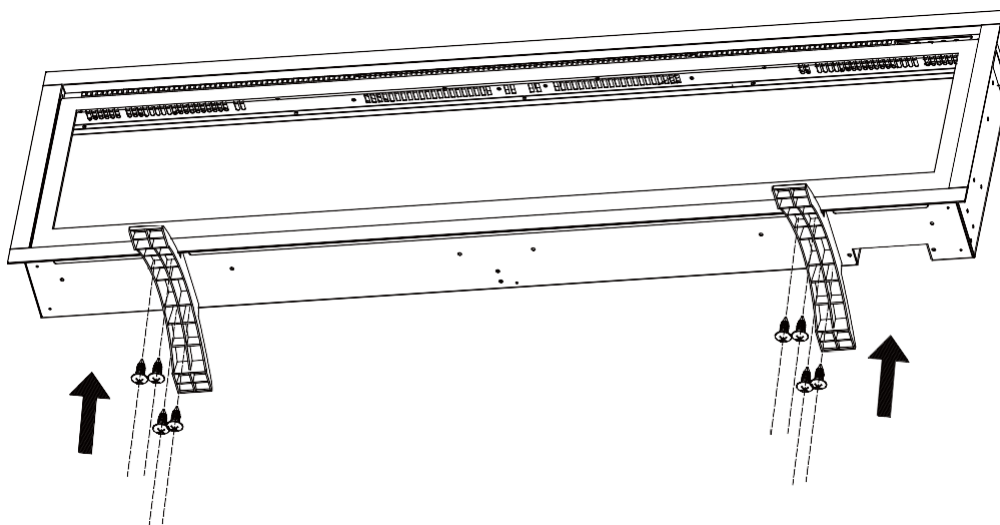

Fig 4-2
- D. Bevestig de twee voetjes (meegeleverd) aan de onderkant van de schoorsteenkast met de eerder verwijderde schroeven (Fig 4-2).